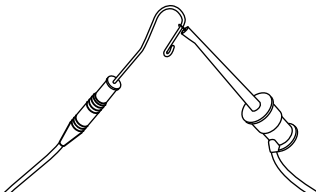

Fig. 8 Aktivera apexlokalisatorn med läppclips och filklämma
2. Kläm fast filklämman i läppclipset i ca 3 sekunder för att slå på apexlokalisatorn. Se fig. 8.